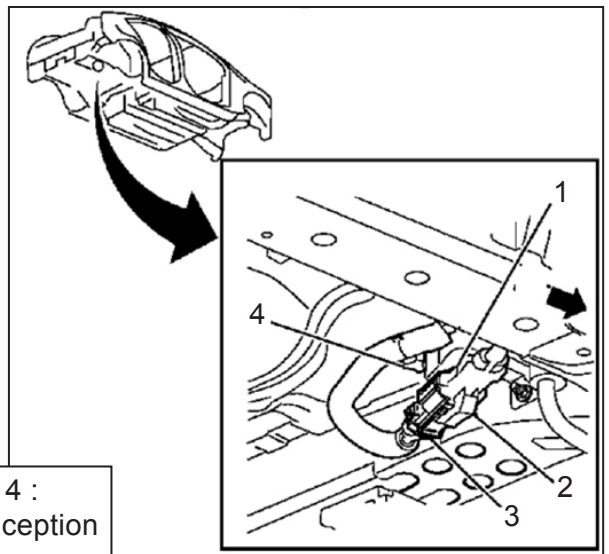

Figure 4 :
- 2.5 Brancher le connecteur (3) de câble positif et négatif de la batterie (300 V). Poser la pièce de retenue CPA. **Voir la figure 4.**
- 2.6 Brancher le connecteur de faisceau de câbles verrouillable à haute tension (2). Poser la pièce de retenue CPA. Voir la figure 4.
- 2.7 Fixer l'ensemble câble positif et négatif de la batterie (300 V) au goujon de plancher arrière avec le dispositif de retenue intégré (4). **Voir la figure 4.**